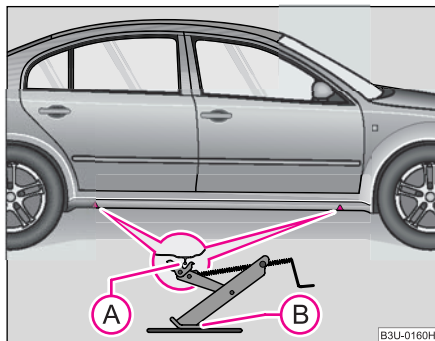

Fig. 181 Înlocuirea roții: Puncte pentru fixarea cricului
- Pentru ridicarea autovehiculului căutați punctul de fixare a cricului cel mai apropiat de roata defectă ♥ **fig. 181**.
- Așezați cricul astfel încât gheara acestuia să cuprindă elementul vertical din prag (A), iar partea de jos a cricului (B) să se găsească cu toată suprafața pe pământ.